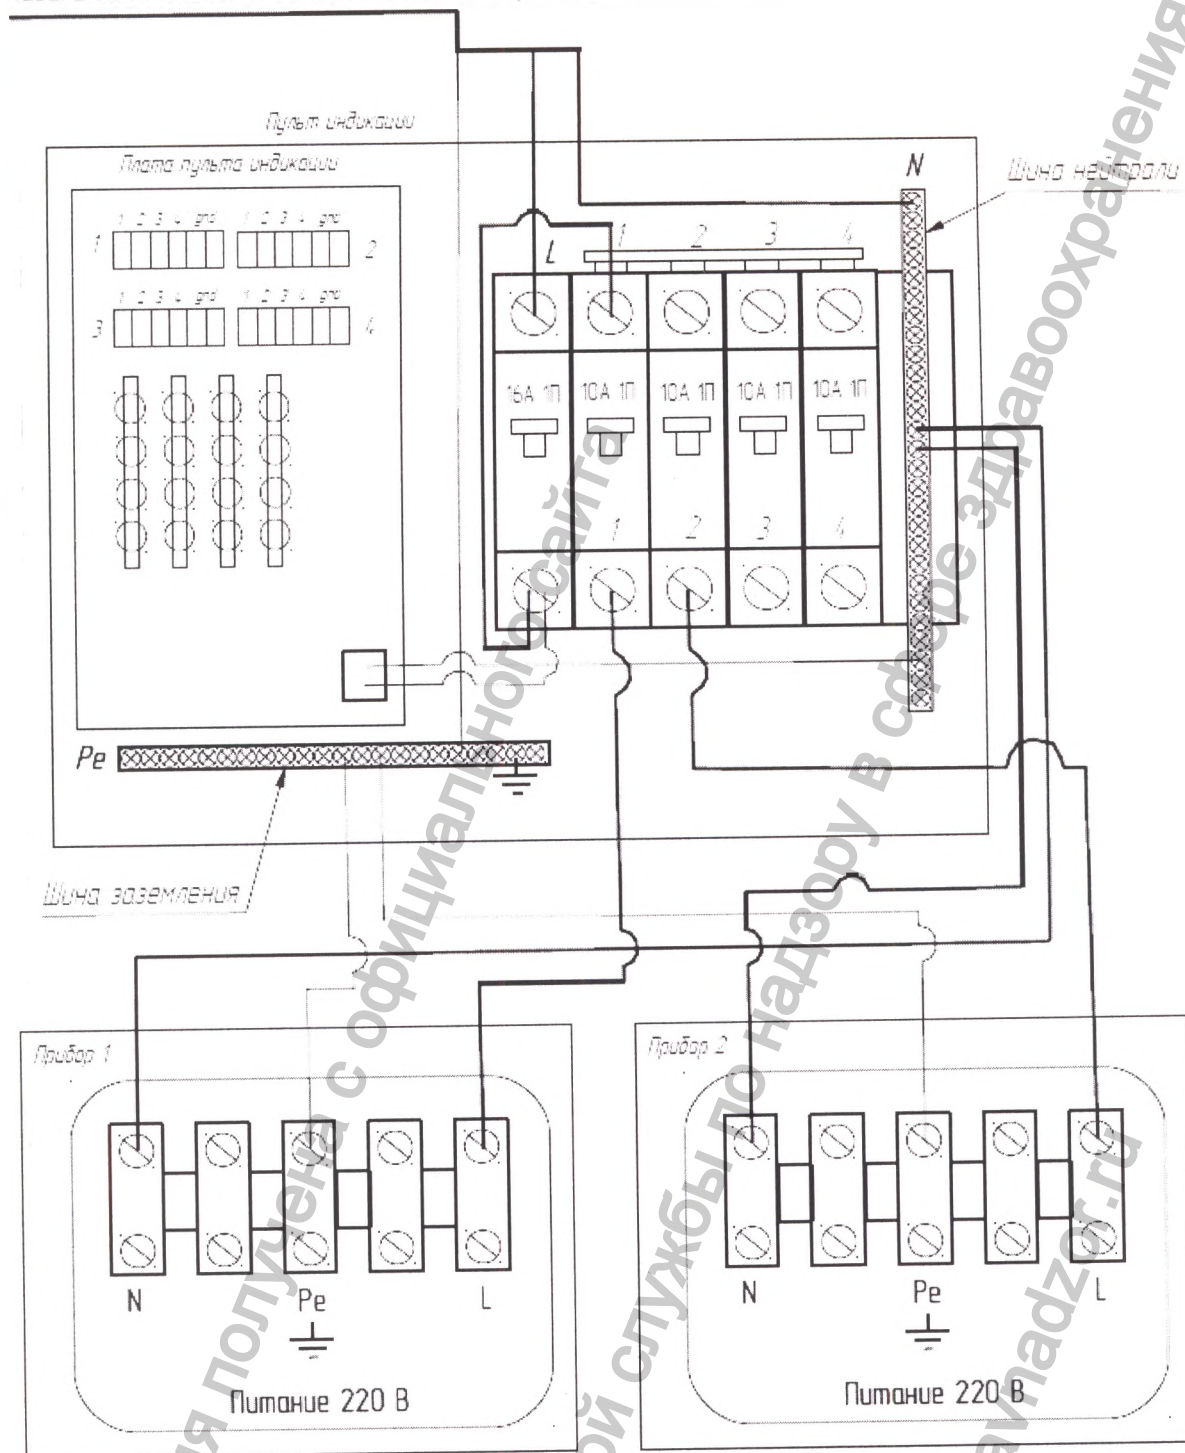

Рисунок 2.8 — Подключение прибора к электросети при использовании пульта индикации
2.3.3.9 Подключение электропитания к прибору осуществляется трехжильным кабелем с сечением проводов $0,5 \text{ мм}^2$ (ПВС $3 \times 0,5$ или аналогичным). Длина кабеля не должна превышать 100 м. При использовании пульта индикации подключение прибора к электросети необходимо выполнять в соответствии со схемой (рисунок 2.8) трехжильным кабелем с сечением проводов $0,5 \text{ мм}^2$. Подключение пульта индикации непосредственно к электросети необходимо осуществлять трехжильным кабелем с сечением проводов $1,5 \text{ мм}^2$. Длина кабелей не должна превышать 100 м.